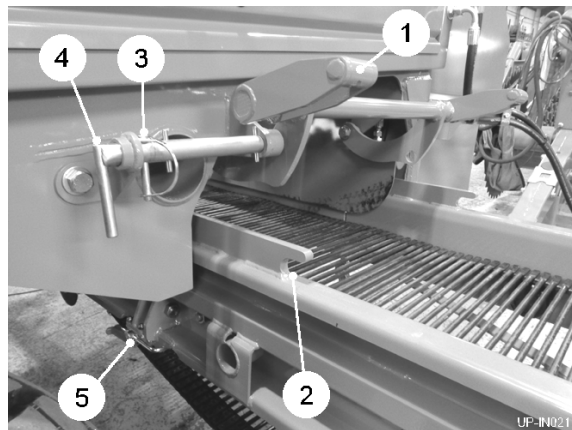

Fig 15
2. Einmal waagerecht, entfernen Sie den Arm (item 1, fig 15) von den Hakentellern (item 2, fig 15).
3. Heben Sie den Arm (item 1, fig 15) weg vom Fließband.
4. Entfernen Sie den linchpin (item 3, fig 15) und schieben Sie die Hilfsnadel in (item 4, fig 15) das Loch in den Arm. Passen Sie dem linchpin.
5. Schließlich, sichern Sie die Fänge (item 5, fig 15) ab.
1. Schließen Sie die Fänge (item 5, fig 15) auf.
2. Entfernen Sie den linchpin (item 3, fig 15). Schieben Sie, die Unterstützung heftet (item 4, fig 15) an und läßt den Arm (item 1, fig 15) frei. Fiit der linchpin.
3. Lassen Sie den Arm (item 1, fig 15) auf das Fließband herunter.
4. Benutzen Sie die zwei externen Knöpfe, um das Fließband zu bewegen und (item 2, fig 15) engagiert das der Arm (item 1, fig 15) in den Haketeller.